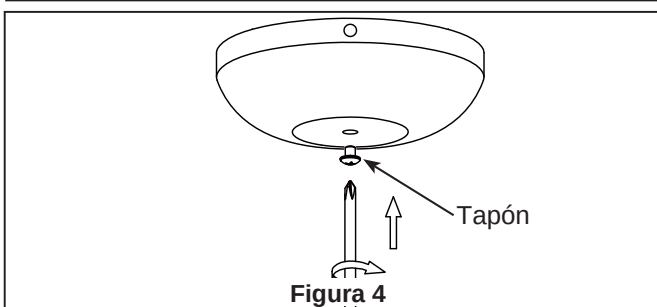

Figura 4
- ☐ 4. Instale el tapón de rosca de la bolsa de accesorios en la caja del interruptor. (Figura 4)
4. Configuración del mando a distancia y proceso de configuración de la velocidad (RPM): (Figura 4)